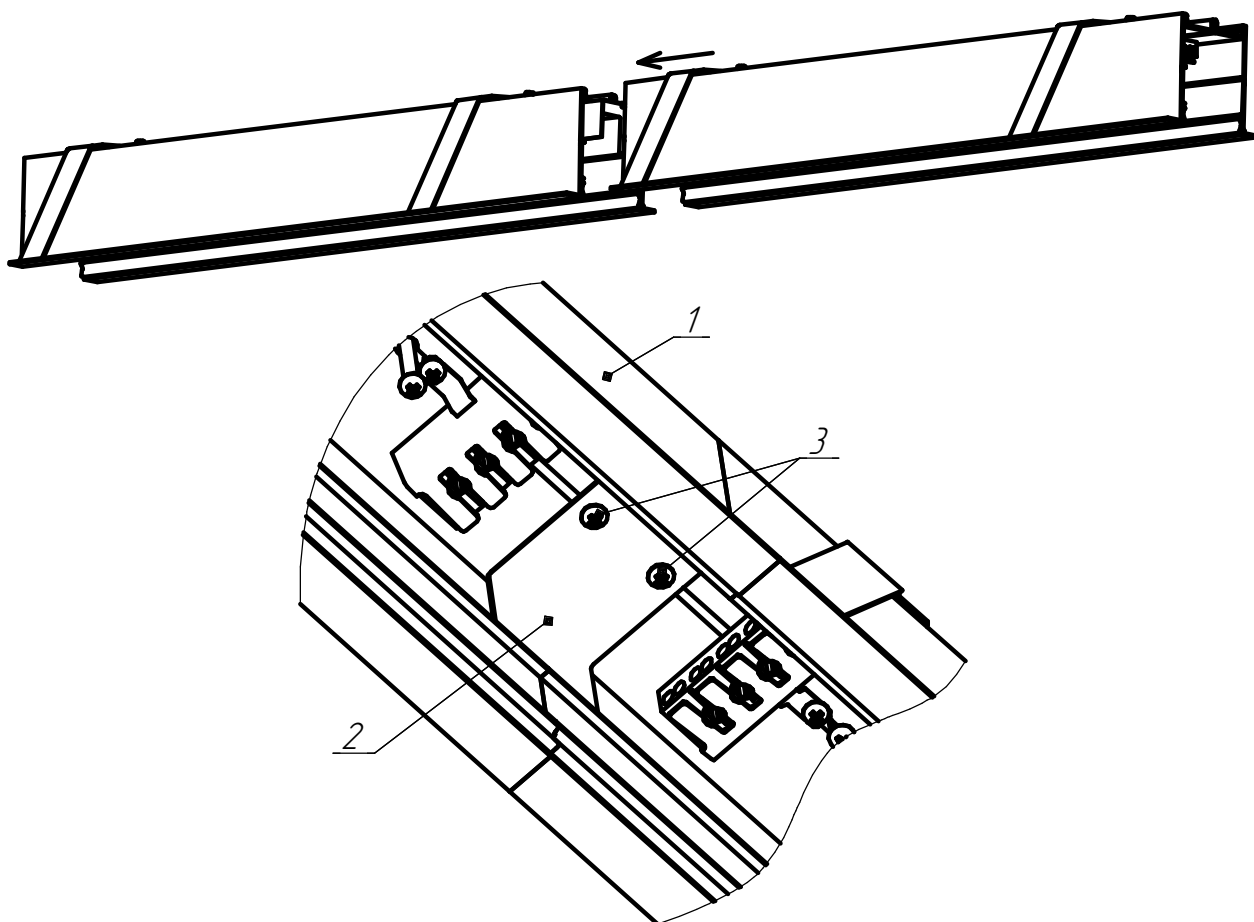

Рисунок 6 - Схема установки светильников в линию
5.3.4 Аналогичным образом установить следующий в линии светильник, соединив его предыдущим при помощи скобы соединительной ЛВО02, и зафиксировать ее при помощи винтов-саморезов (см. рисунок 6).